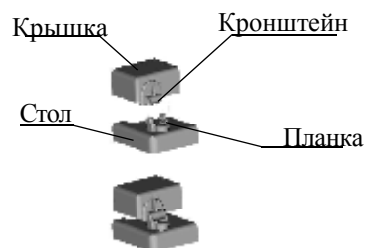

Рисунок 4
6.7 Если в комплект поставки Вашей плиты вместо щитка (таблица 3) включена металлическая или стеклянная крышка, ее необходимо установить на стол. Для установки металлической крышки необходимо достать из хозяйственного отделения пакет с принадлежностями, извлечь из него кронштейны крышки и надеть их прорезью на задний бортик крышки стола до упора. Затем кронштейны крышки совместить с планками стола и до легкого щелчка вставить кронштейны в планки, (см. рисунок 4). Для установки стеклянной крышки стола необходимо вставить втулки механизма торможения, расположенного на стеклянной крышке, в пазы кронштейнов стола, как показано на рисунке 5.